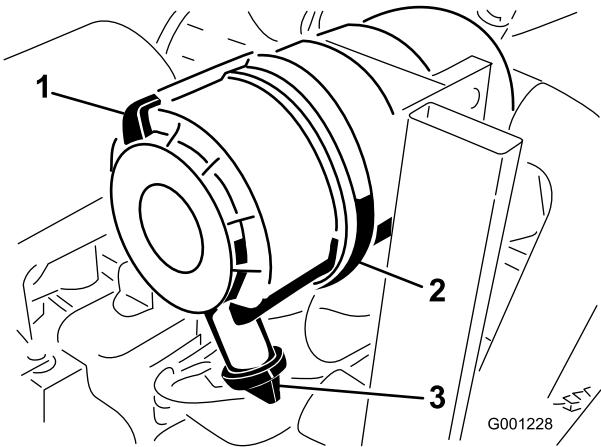

Figura 47
1. Puxe o trinco para fora e rode a cobertura do filtro de ar no sentido contrário ao dos ponteiros do relógio (Figura 47).
2. Retire a cobertura do corpo do filtro de ar (Figura 47).
8. Instale a tampa orientando a válvula de saída de borracha para uma posição descendente - entre cerca de 5:00 a 7:00 quando vista da extremidade (Figura 47).